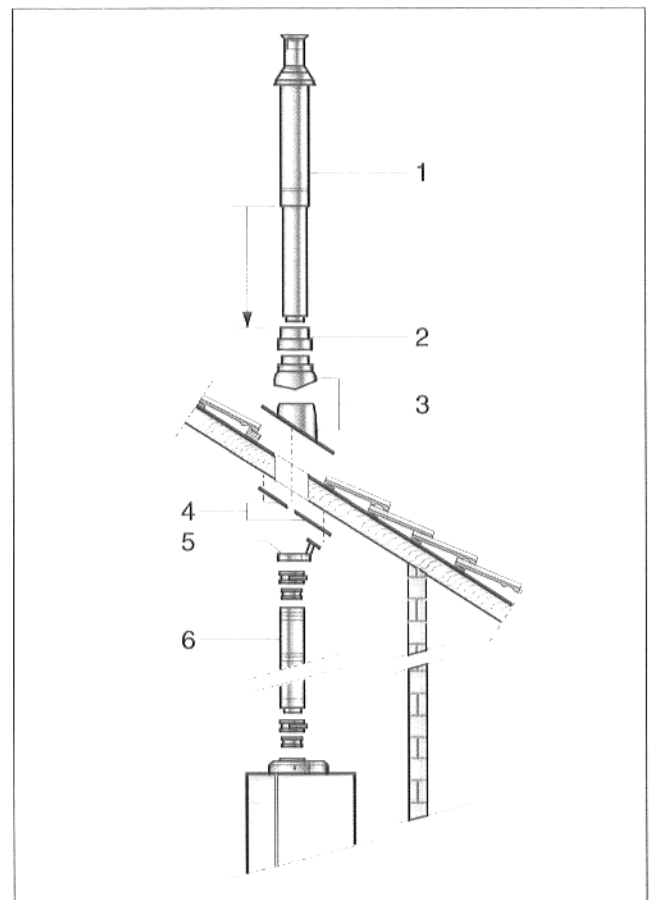

Abb. 13 Montage Dachdurchführung Schrägdach
- Übergangsstück (Abb. 13, Pos. 2) auf Universaldachziegel mit Regenkappe (Zubehör, Abb. 13, Pos. 3) aufsetzen.
- Dachdurchführung (Abb. 13, Pos. 1) von oben bis Anschlag durchschieben.
- Zweiteilige innere Abdeckplatte (Abb. 13, Pos. 4) anschrauben.
- Befestigungsschelle (Abb. 13, Pos. 5) von unten über die Dachdurchführung schieben, klemmen und anschrauben.
- Verbindung zum Heizkessel, eventuell mit Längenausgleichstück (Abb. 13, Pos. 6), herstellen. Verbindungsstellen mit Silikonmanschette und Klemmband verschließen.